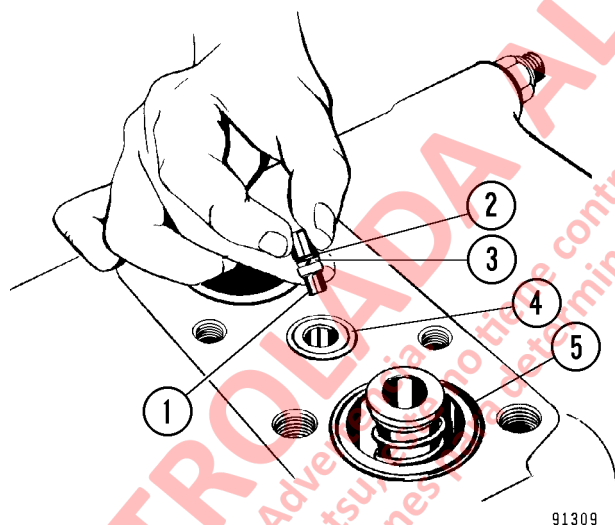

FIGURA 8-8. DESMONTAJE DEL CABEZAL MÓVIL DEL RESTRICTOR
4. Retire y deseche los O-rings (4) y (5, Figura 8-8).
5. Retire el cabezal móvil del restrictor (1). Retire y deseche el O-ring (2) y el anillo de respaldo (3), si se utilizaron. Fíjese en la posición del restrictor al desmontar para asegurar una correcta ubicación al volver a armarlo.
8. Si se usan, instale el O-ring (2, Figura 8-8) y el anillo de respaldo (3) en el cabezal móvil (1) del restrictor. Instale el cabezal móvil en la carcasa del carrete como se muestra en la Figura 8-9.
9. Instale los O-rings nuevos (4), (5) y (10).